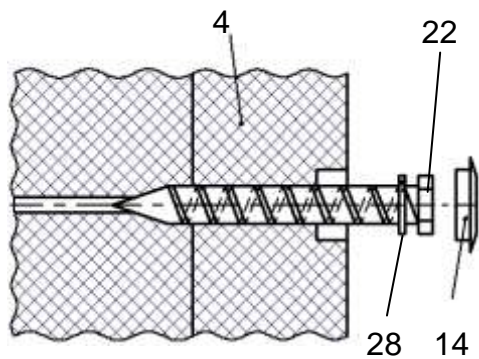

рисунок 5
4.2.7.1 В отверстия с саморезами, установленными в процессе сборки, вставьте *заглушки* (№14) (рисунок 5).